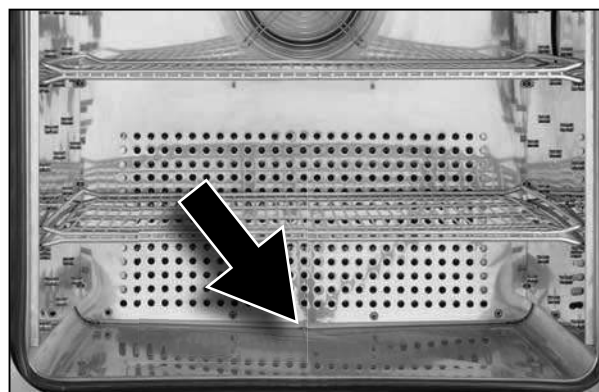

Fig. 37 Tubo de descarga de producto de condensación
- ▶ Comprobar que el producto de condensación fluye sin problemas por el tubo de descarga (Fig. 37) ubicado en la parte trasera de la cámara de trabajo y limpiarlo si procede.